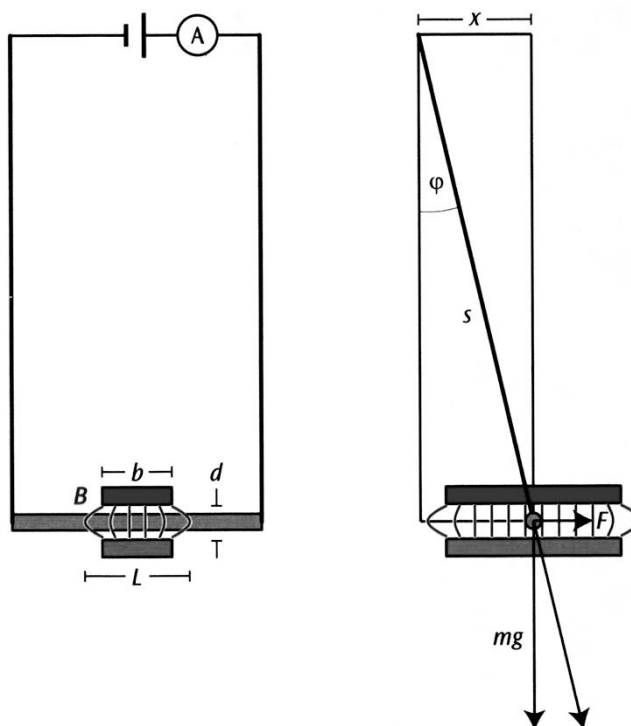

Рисунок 7.1.
В работе измеряется сила Лоренца  $F_L$ , действующая на медный стержень с током, подвешенный в горизонтальном положении на паре вертикальных проводов (подобно качелям) и помещённый в магнитное поле (рис.7.1). При включении тока, «качели» отклоняются на угол  $\varphi$  от вертикального положения под действием силы Лоренца  $\vec{F}_L$ , величину которой можно рассчитать из уравнения:
1. Собрать схему (рис.7.2), для этого подвесить медный стержень на вертикальных проводах, а полюса магнита расположить горизонтально. Измерить длину маятника  $s$  (длина проводов, на которые подвешен медный стержень). Включить ток и пронаблюдать в какую сторону отклонится от нормали стержень (рис. 7.1).
3. Измерить горизонтальное отклонение стержня  $x$  (рис. 7.1).
1. Собрать схему (рис.7.2), для этого подвесить медный стержень на вертикальных проводах, а полюса магнита расположить горизонтально. Подвесить медный стержень на вертикальных проводах и измерить длину проводов  $s$  (рис. 7.1).